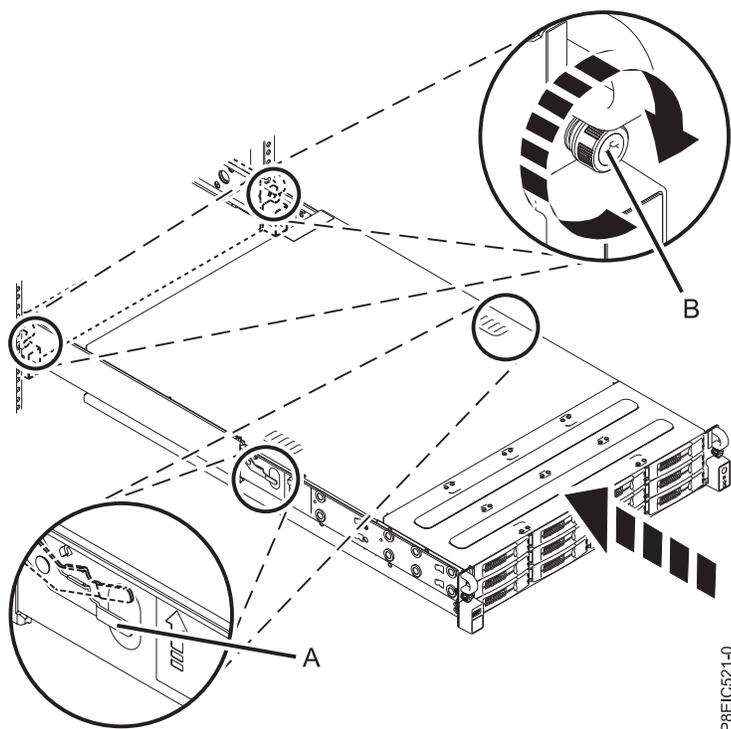

Abbildung 49. System in die Betriebsposition bringen
5. Entriegeln Sie die Schienensicherheitsverriegelungen (**A**), indem Sie sie nach oben anheben (siehe Abb. 49). Schieben Sie das System anschließend vollständig in das Rack.